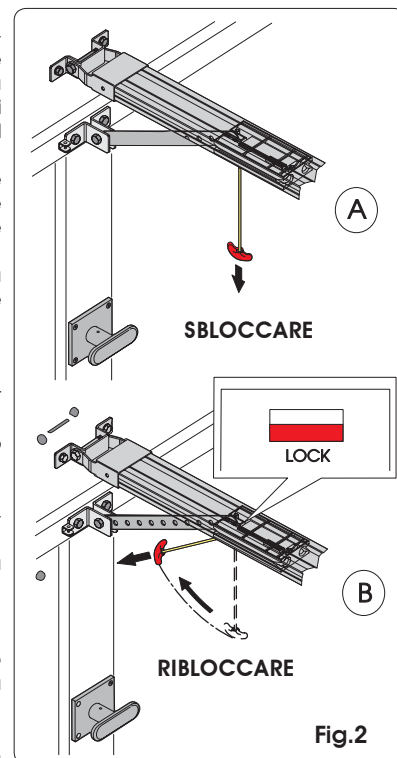

Fig. 2
- Sbloccare l'operatore tirando verso il basso la maniglia di sblocco (Fig. 2 rif. A).
- Ribloccare l'automazione tirando orizzontalmente la maniglia (Fig. 2 rif. B) ed accertarsi che, al rilascio, la finestrella "LOCK" posta sotto al carrello sia di colore rosso, a conferma del corretto riarmo.